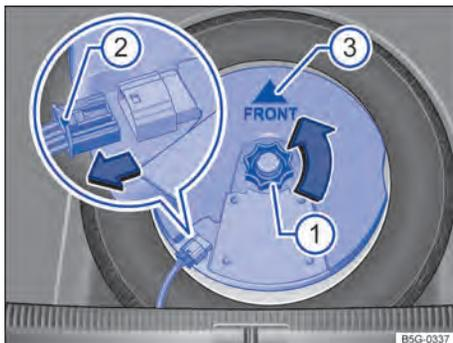

Fig. 183 No compartimento de bagagem: desinstalar o subwoofer (variante 1).
- Colocar o subwoofer cuidadosamente na base do aro. Para isto, a ponta do símbolo da seta "FRONT" → Fig. 183 no subwoofer ③ deve apontar para frente.
- Introduzir o conector ② até que encaixe no lugar de forma audível.
- Girar o manipulador ① no pino rosqueável no sentido contrário ao da seta até que o subwoofer esteja preso com segurança.